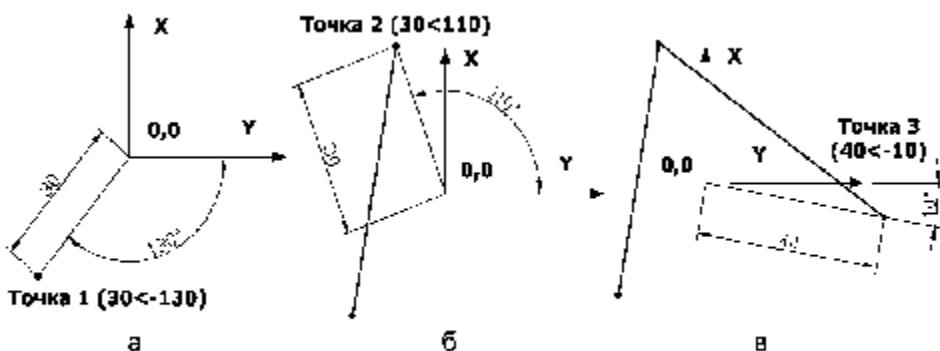

Рис. 3.4. Порядок построения контура в полярной системе координат
1. Любым известным способом выполнить команду Line, на первый запрос ввести полярные координаты первой точки, равные $30<-130$ (рис. 3.4а), и нажать Enter.
2. В ответ на вопрос Specify next point or [Undo] необходимо ввести координаты второй точки ($30<110$), и нажать Enter. Как демонстрирует рис. 3.4б, отсчет координат второй точки осуществляется не от предыдущей точки, а от начала координат.
3. В ответ на аналогичный вопрос вводятся полярные координаты третьей точки ($40<-10$); операция завершается нажатием клавиши Enter (рис. 3.4в).